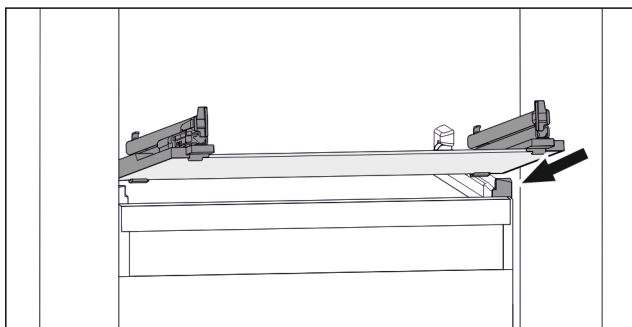

Fig. 31 Rappresentazione esemplificativa del ripiano in vetro
- ▶ Applicare il ripiano in vetro obliquamente dietro i fermi. (vedere Fig. 31)